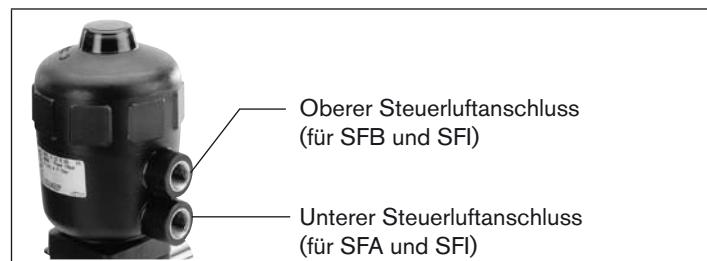

Bild 5: Steuerluftanschluss
- Unterer Steuerluftanschluss mit Druckluft (Wert wie auf dem Typschild angegeben) beaufschlagen (siehe „Bild 5: Steuerluftanschluss“).
- Unterer Steuerluftanschluss mit Druckluft (Wert wie auf dem Typschild angegeben) beaufschlagen (siehe „*Bild 5: Steuerluftanschluss*“).